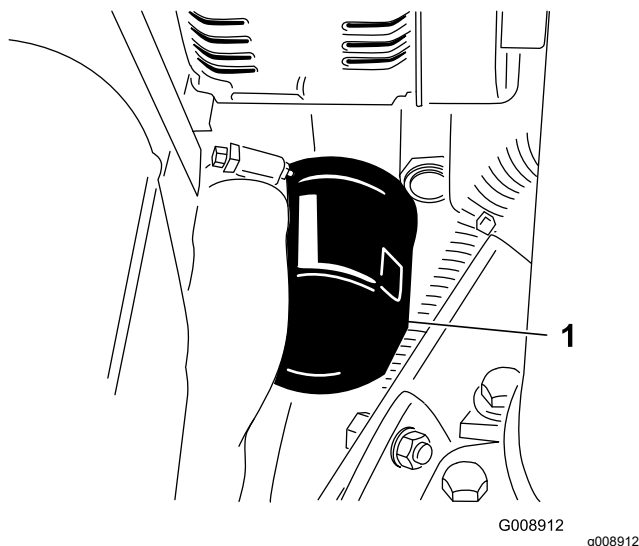

Figure 54
2. Déposez le filtre à huile (Figure 54). Appliquez une fine couche d'huile propre sur le joint du filtre de rechange avant de le visser en place. **Ne serrez pas excessivement.**